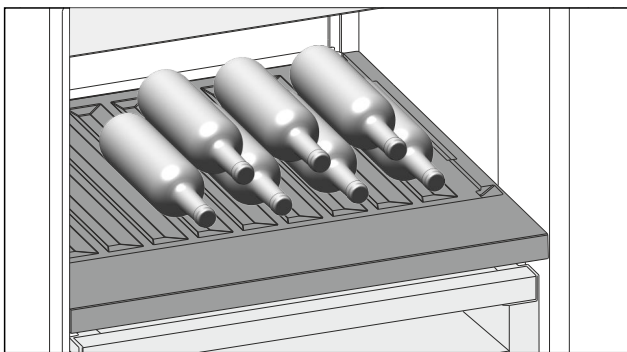

Fig. 163 Représentation à titre d'exemple
- Placer les bouteilles avec le fond orienté vers la paroi arrière de l'appareil. (voir Fig. 163)